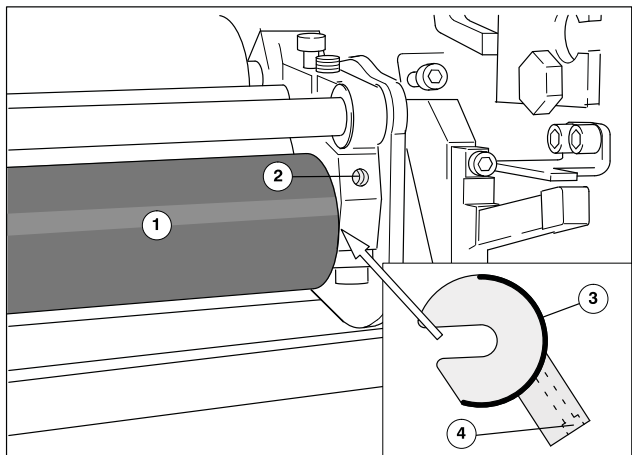

図24 駆動側のはねよけガードの取り付け
清掃の後や、湿し装置を取り付けた後は、計量ローラ(図24/①)の両端にはねよけガードを取り付けてください。
- ① はねよけガード(図24/③)を、計量ローラ(図24/①)のシャフトにはめます。
- ② はねよけガードを、サポートと共に上いっばいに上げます。
- ③ 湿し装置の穴(図24/②)にネジ(図24/④)を差し込んで、付属のホルセットレンチで締めます。
- ④ 反対側のはねよけガードも同じ方法で取り付けてください。